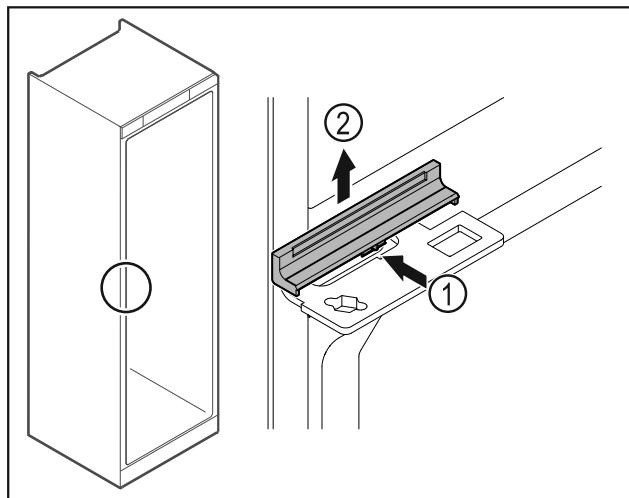

Fig. 50
- ▶ Appuyer légèrement sur le centre du cache Fig. 50 (1) et le retirer par le haut Fig. 50 (2).